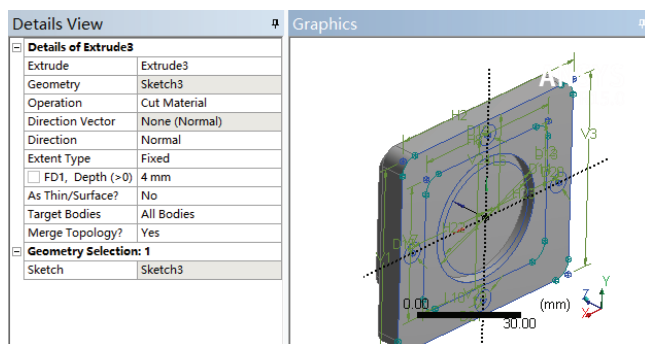

图 3-105 绘制 Extrude3
- 5) 设置 Depth 为 4mm，单击 Generate，得到的图形如图 3-105 所示。